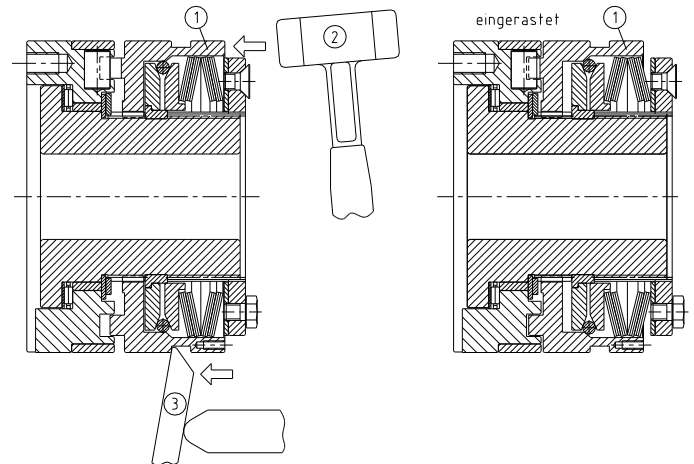

Bild 17: Wiedereinrasten
Durch mehrere Schläge mit einem Kunststoffhammer ② axial auf den Schaltring (siehe Bild 17, oben) mit Montagehebeln ③ oder pneumatischen bzw. hydraulischen Einrastvorrichtung (automatischer Einrastvorgang).